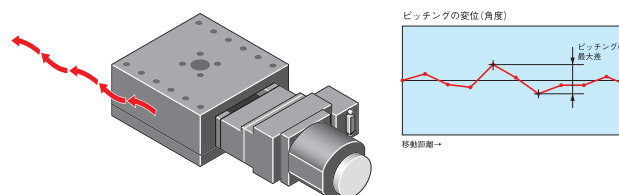

図3-10 ピッチング
3.10 ピッチング [JIS B 6191-1993準拠] [図3-10]